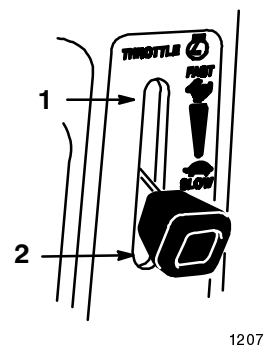

Bild 4
5. Stellen Sie den Gashebel auf "SCHNELL" (Bild 4).
7. Schieben Sie, nachdem der Motor angesprungen ist, den Chokehebel langsam auf "AUS" (Bild 4). Stellen Sie, wenn der Motor aussetzt oder unregelmäßig läuft, den Chokehebel für ein paar Sekunden wieder zurück auf "EIN". Stellen Sie dann den Gashebel auf die gewünschte Stellung. Wiederholen Sie diesen Vorgang nach Bedarf.
2. Stellen Sie den Gashebel auf halben Weg zwischen Halb- und Vollgas (Bild 4).